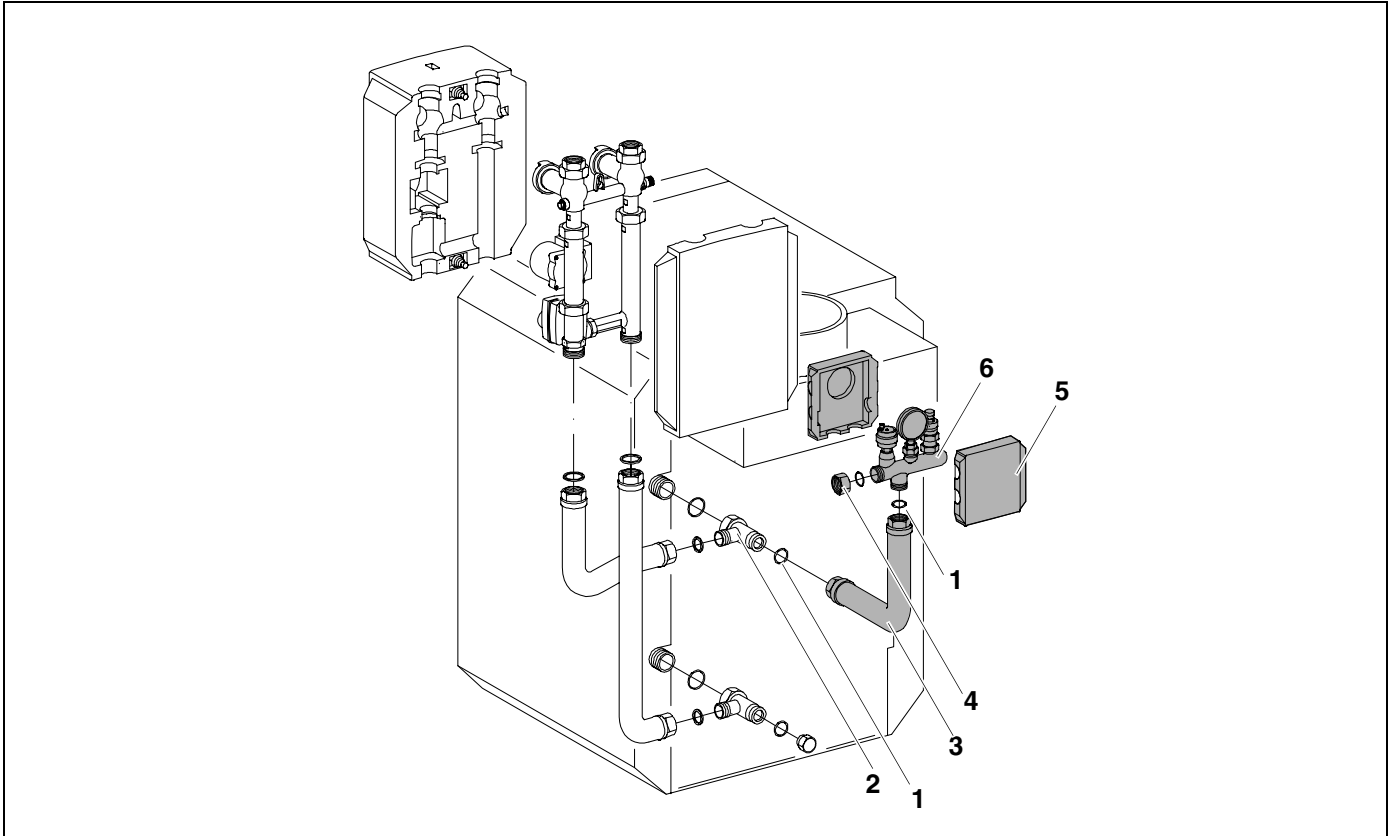

Abb. 8 Kessel-Sicherheits-Set
Legende zu Abb. 8
- Dichtung (1) in den freien Abgang des Anschlussrohres (3) einlegen und Armaturenbalcken (6) auf das Anschlussrohr (3) aufschrauben.
- Kappe (4) des Vorlauf-T-Stückes (2), mit bereits eingelegter Dichtung, auf den seitlichen Abgang des Armaturenbalckens (6) aufschrauben.
- Verschraubungen auf Dichtheit prüfen. Wärmedämmschalen (5) entsprechend Abb. 8 von beiden Seiten auf den Armaturenbalcken aufschieben.